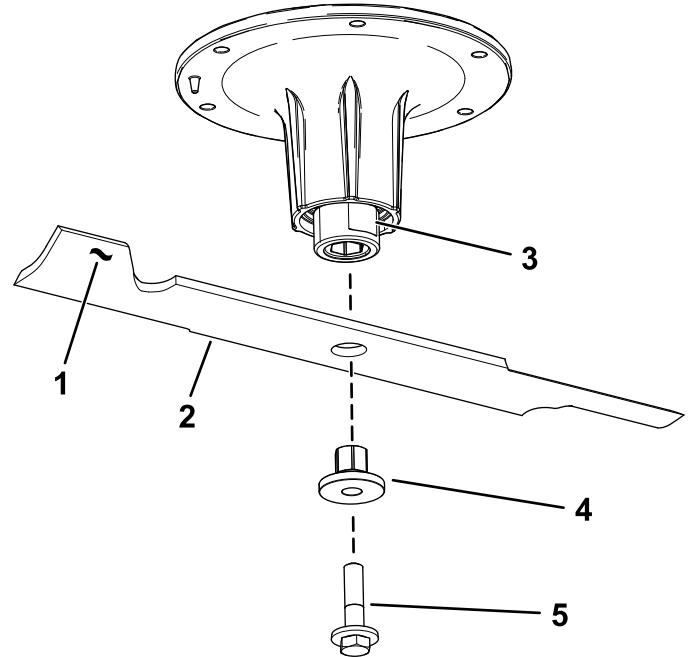

Figure 75
2. Retirez le boulon, la douille et la lame de l'axe de pivot (Figure 75).